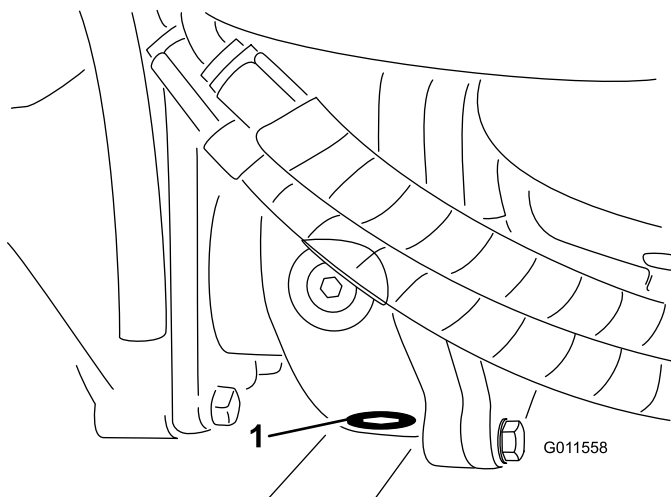

Figura 67
5. Limpie la zona alrededor del tapón de vaciado en la parte inferior de la caja de engranajes (Figura 67).